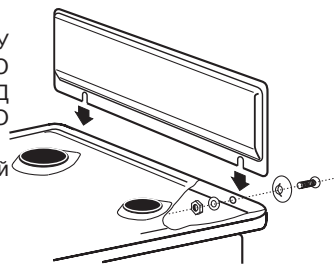

Рис. 13
- Щиток (при наличии) закрепляется перед установкой плиты (рис.13).